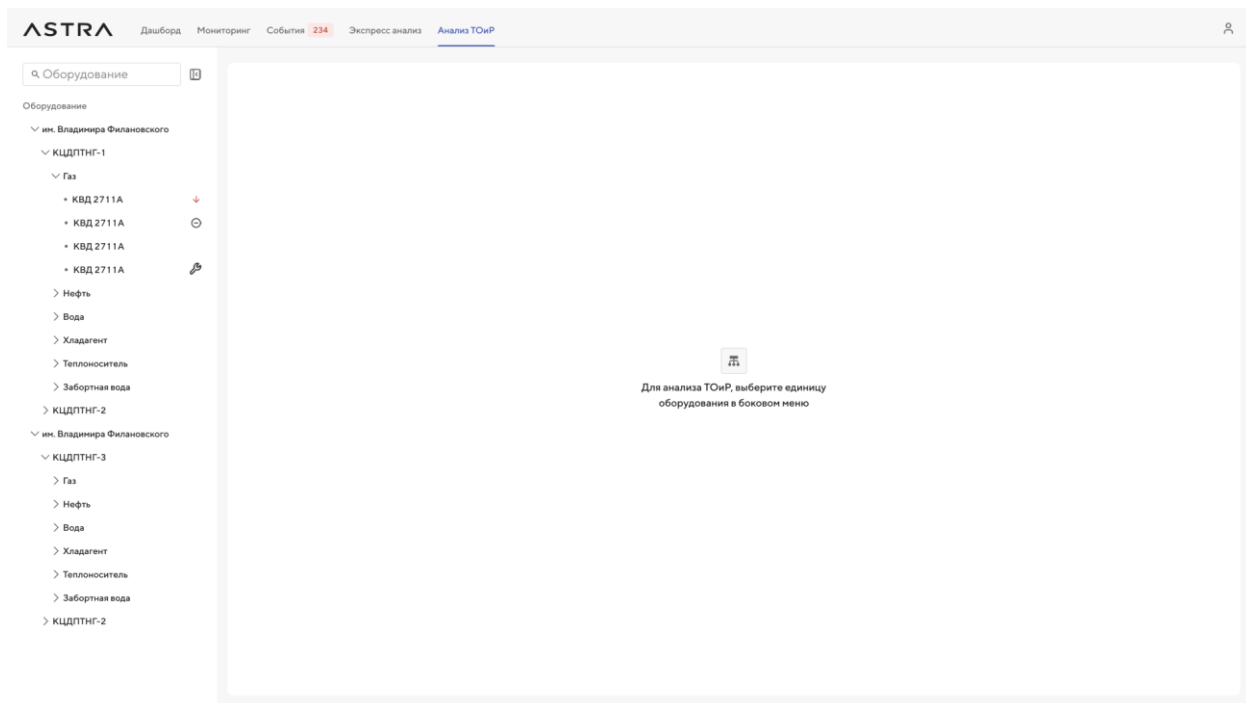

Рисунок 217 — Страница «Анализ ТОиР». Оборудование не выбрано
Если в рабочей области не выбрано оборудование или выбран родительский узел, то на странице вкладки **«Анализ ТОиР»** отображается уведомление «Для анализа ТОиР выберите единицу оборудования» (Рисунок 217).
1. Откройте страницу **«Анализ ТОиР»**. По умолчанию откроется страница с предупреждением (см. Рисунок 217).